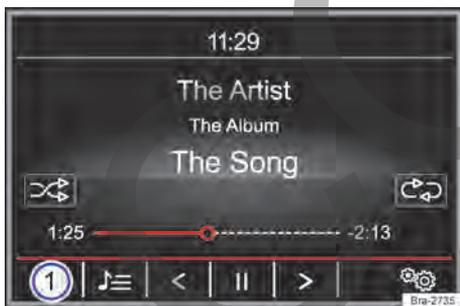

Fig. 121 Menú principal MEDIA.
- **O**: tocar en la superficie de función → fig. 121 **1** y seleccionar la fuente de medios deseada.